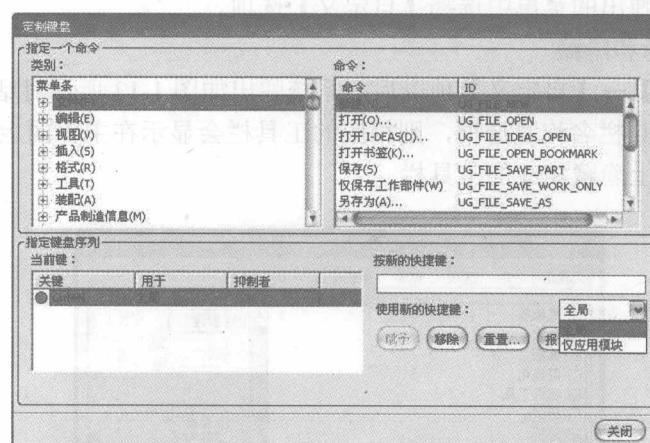
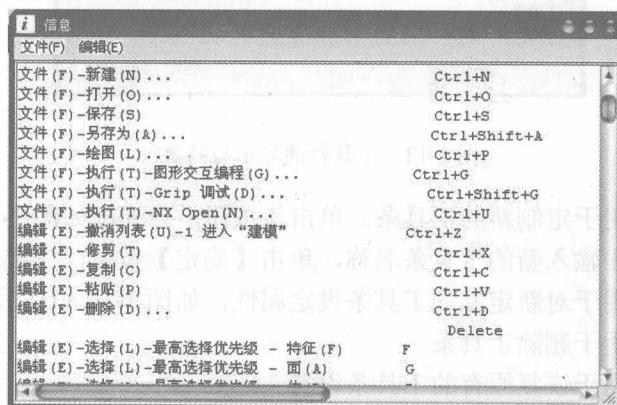

图 1-15 设置键盘快捷键
图 1-16 快捷键清单
- 键盘：该选项用于设置各个按钮对应的键盘快捷键设置，如图 1-15 所示。单击【报告】按钮，系统弹出如图 1-16 所示的文本框，显示当前选择菜单条的快捷键清单。